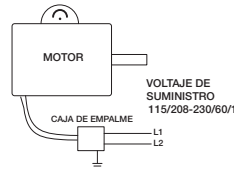

Figura 3 — Diagrama de Cableado Típico CABEZALES DEL CIRCULADOR DE AIRE DE LAVADO INDUSTRIAL
1. Conecte la alimentación según los códigos de NEC y locales. Consulte la Figura 3 para obtener el diagrama de cableado.